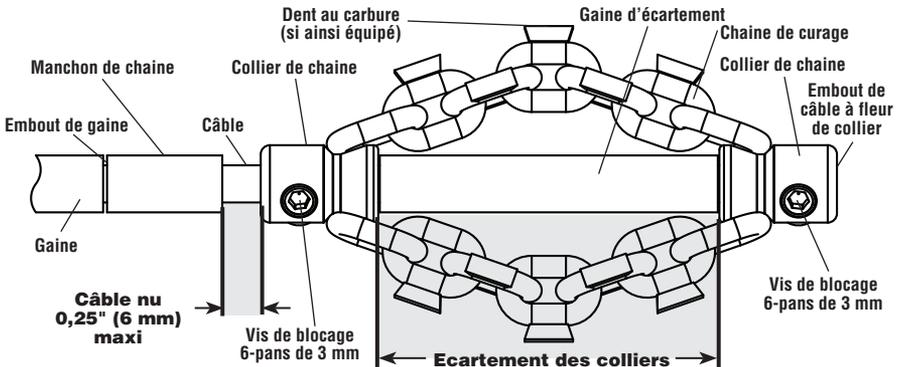

Figure 7 – Montage et réglage de la chaîne de curage
- La Figure 7 est un schéma du montage et réglage d'une chaîne de curage. Deux points principaux sont à considérer lors du montage et réglage des chaînes de curage.
de curage, du manchon de chaîne et de la gaine d'écartement comme indiqué à la Figure 7. Les maillons de chaîne doivent être droits et sans replis. Afin d'éviter l'usure prématurée de l'embout du câble, celui-ci devrait arriver à fleur du collier.
- Une fois la chaîne de curage correctement installée sur le câble comme indiqué à la Figure 7, serrez les vis de blocage des colliers à l'aide de la clé Allen fournie. Des vis de blocage mal serrées risquent de permettre le glissement de la chaîne de curage et endommager le câble ou perdre la chaîne dans la conduite.